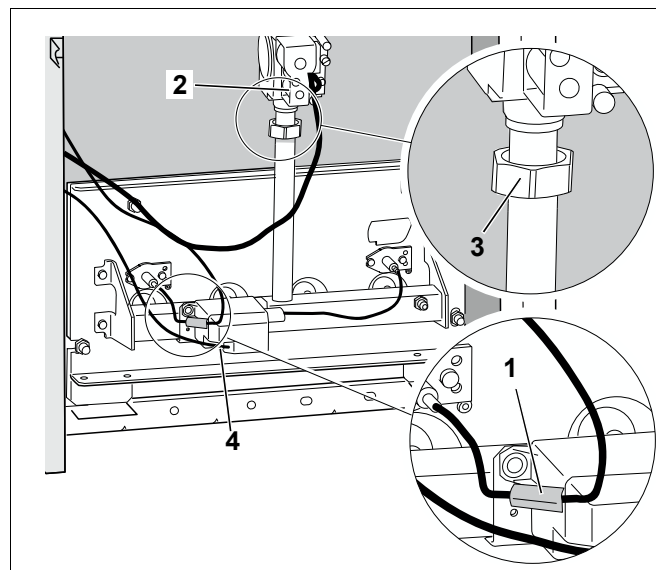

Рис. 39 Демонтаж горелки
- Отсоединить горелку от газовой арматуры в месте резьбового соединения (рис. 39, **поз. 3**).
- Снять контактный предохранитель (рис. 39, **поз. 1**) на контрольном кабеле и разъединить штекерное соединение.
- Вынуть штекер запального трансформатора (рис. 39, **поз. 4**).